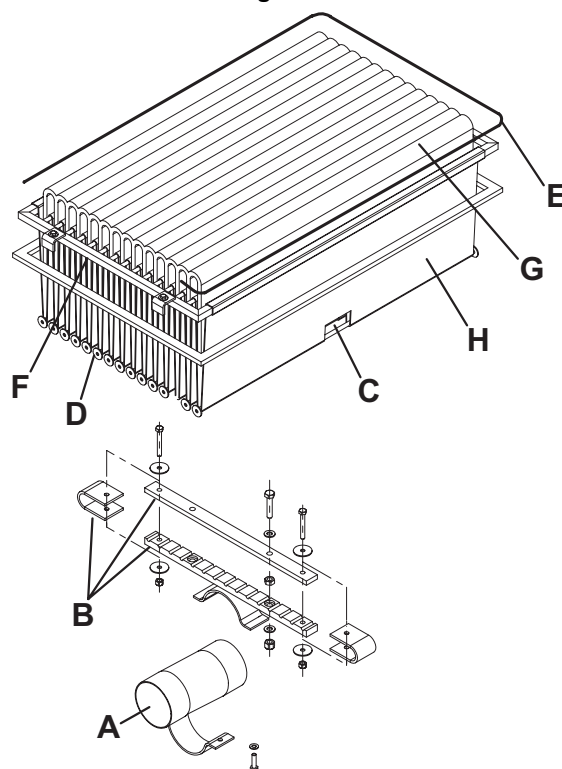

Figure 18
8. Enlever le moteur secoueur (A, Fig. 18) en dévissant les deux vis de fixation correspondantes.
9. Ouvrir complètement le groupe support moteur secoueur (B, Fig. 18) en dégageant ainsi les tiges de tension (C) des poches filtrantes.
10. Enlever toutes les tiges de tension des poches filtrantes (D, Fig. 18).
11. Dénouer la corde de fixation supérieure (E, Fig. 18) du filtre à poches pour permettre la dépose du cadre supérieur (F).
12. Enlever le séparateur intérieur poches (G, Fig. 18).
13. Nettoyer la surface en fibre de polyester (H, Fig. 18) à partir du côté sale (en utilisant un aspirateur extérieur) en l'étendant complètement ou en nettoyant chaque poche. En même temps, aspirer les deux surfaces du séparateur poches (G, Fig. 18), en enlevant tous les éventuels dépôts. Contrôler que la surface filtrante n'a pas de déchirures ; en cas contraire, la remplacer. Il est même possible d'utiliser l'air comprimé (6 bar maximum) en dirigeant le jet d'air du côté propre vers le côté sale.